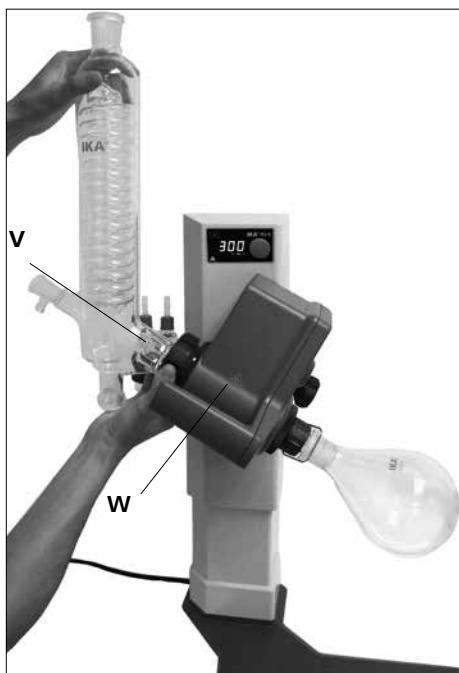

Fig.17
- 회전 드라이브(**W**)에 냉각콘덴서를 놓고 손으로 캡 너트를 조입니다.(Fig.17)